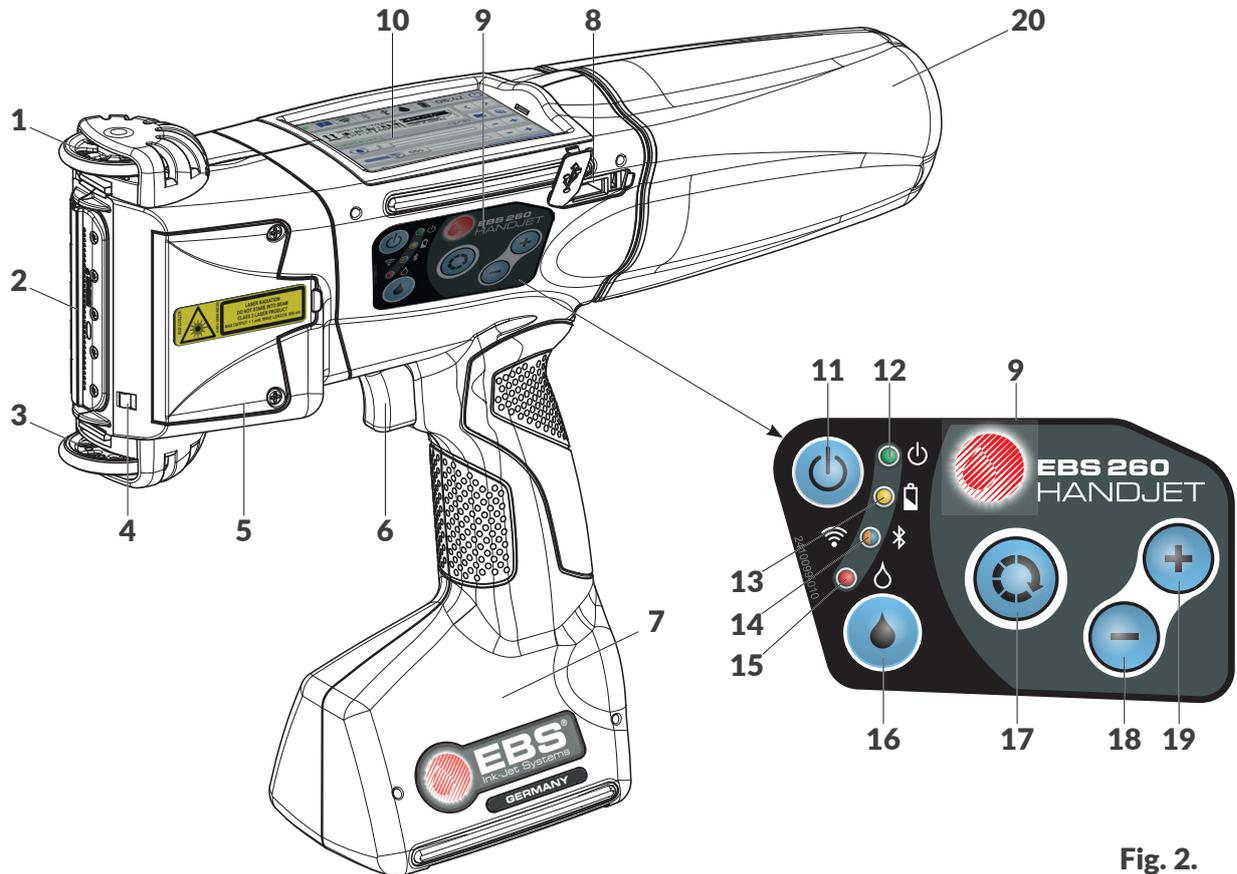

Fig. 2.
La impresora **Handjet®** EBS-260A es una impresora industrial de tipo «DOD» (Drop-on-Demand; gota a la demanda) diseñada para la impresión manual sin contacto con el objeto (véase Fig. 2 en la página 15).
Se puede conectar una memoria **USB** a la toma **USB (8)**; véase la Fig. 2 en la página 15) para: